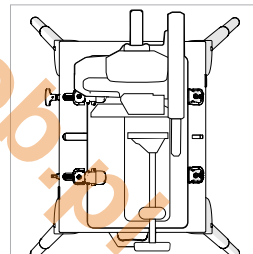

Abb. 19
**Hinweis:** Wenn Sie Ihre Kappsäge auf dem Ständer montieren, achten Sie bitte darauf, dass sich die fixierten klemmen von vorne gesehen rechts vom Gerät befinden. (Abb.19)